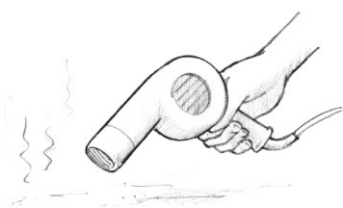

Figure 7 Sécher la surface. Laissez les surfaces humides sécher complètement ou utilisez de la chaleur ou un ventilateur pour accélérer le séchage.
2. **Séchez** — Toutes les surfaces collées doivent être aussi sèches que possible pour une bonne adhésion. Si nécessaire, accélérer le séchage en chauffant la surface collée avec un pistolet à air chaud, un sèche-cheveux ou un lampe chauffante (Figure7). Utilisez des ventilateurs pour déplacer l'air dans des espaces confinés. Attention à la condensation lorsque vous travaillez dehors ou dès que la température du milieu de travail change.